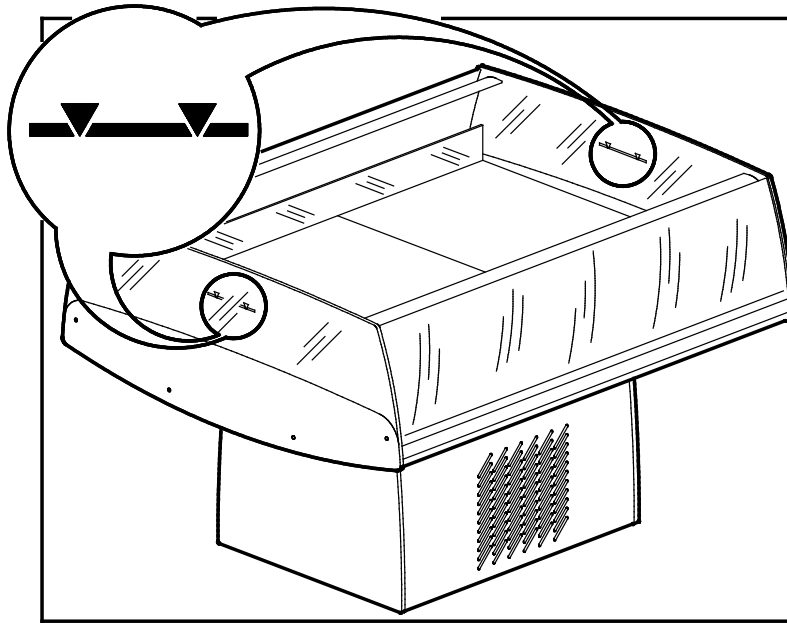

FIG. 13
- Non superare mai la linea di carico massimo riportata all'interno dell'isola (FIG. 13).